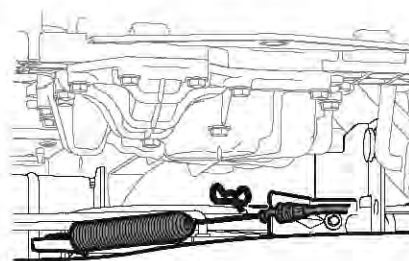

Figure 41
7. Retirez la goupille qui fixe le câble de la prise de force au support sur le plateau de coupe, faites glisser le câble hors de la prise de force et décrochez le ressort du support de la poulie de tension. Voir Figure 41.